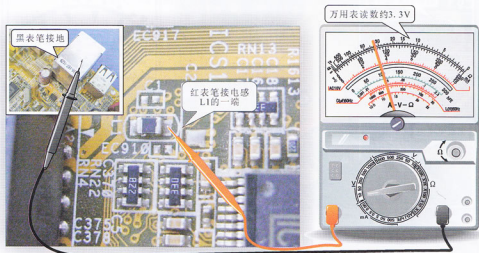

图 11-10 华硕 P5L-TML/S 主板时钟电路的供电电压
(1) 首先应检测时钟电路的供电电压,接通主板电源后,将万用表的量程旋钮至直流“10V”挡,然后将其黑表笔接地,红表笔接该芯片的供电端,(通常时钟芯片的供电引脚连接有一个黑色的贴片电感,并且有一个体积比较大的滤波电解电容),测其电压值,检测后发现其电压值约为3.3V,正常,如图11-10所示。